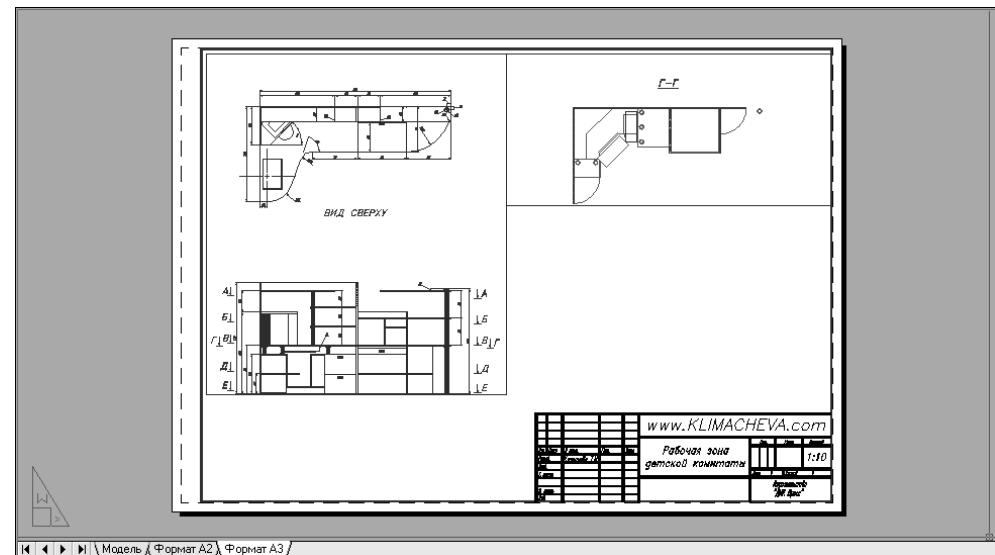

Рис. 13.32 ▼ Чертеж с отображением на правом видовом экране разреза Г-Г
19. Чертеж на правом видовом экране будет смещен так, чтобы располагаться на одной высоте с чертежом вида сверху. Нажмите **Esc** для завершения команды **Форматл** (MVSETUP) и, переключившись в режим **ЛИСТ** (PAPER), подкорректируйте, если нужно, вертикальный размер правого видового экрана (рис. 13.32).